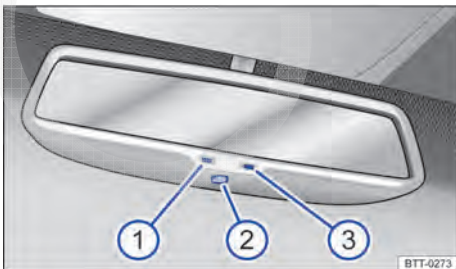

Fig. 84 No para-brisa: espelho retrovisor interno com antiofuscante automático.
- ① Luz de controle.
- ② Interruptor.
- ③ Sensor para reconhecer a incidência de luz por trás.
O antiofuscamento automático pode ser ligado e desligado com o interruptor no espelho retrovisor interno → Fig. 84 ②. Com o antiofuscamento automático ligado, a luz de controle → Fig. 84 ① se acende.
- Um sensor no lado que indica para o interior do veículo, que mede a incidência de luz por trás → Fig. 84 ③.